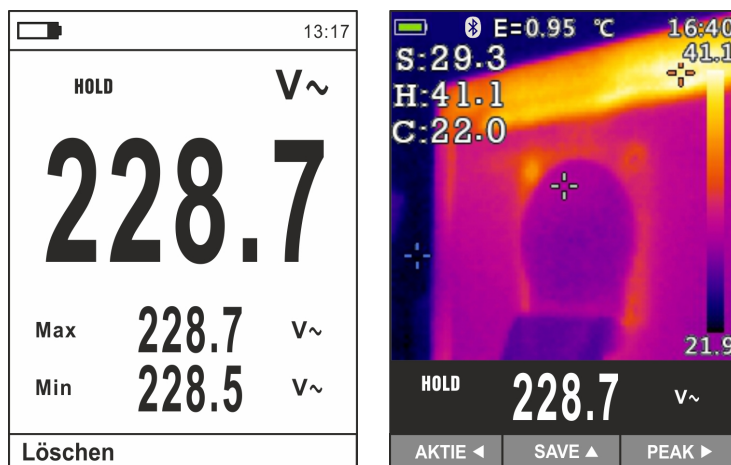

Abb. 19: Löschung und Teilung von aufgerufenen Bildern
28. Drücken Sie die Taste **HOLD/REL** auf dem aufgerufenen Bild. Die Bildschirmseiten in der Abb. 19 – Linker Teil) erscheinen im Display.
30. Mit einem festen Bild auf dem Display benutzen Sie die Pfeiltasten ◀ oder ▶ zur Auswahl der Option "Aktie" (nur für Screenshots von IR Bildern verfügbar für ECLIPSE) (siehe Abb. 19 – Rechte Teil), damit das Bild auf dem Mobilgerät durch die APP HTMercury und Bluetooth Verbindung geteilt wird (siehe § 5.15).